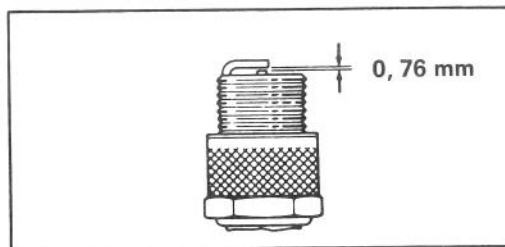

Fig. 13
3. INSTALLERING AV TENNPLUGG – Sett luftavstanden (Fig. 13) mellom elektrodene til 0,76 mm. Sett pluggen på plass og stram den til 20,4 N-m. Hvis det ikke benyttes momentnøkkel, trekk pluggen til så stramt som mulig. Skyv høyspentledningen inn på tennpluggen.